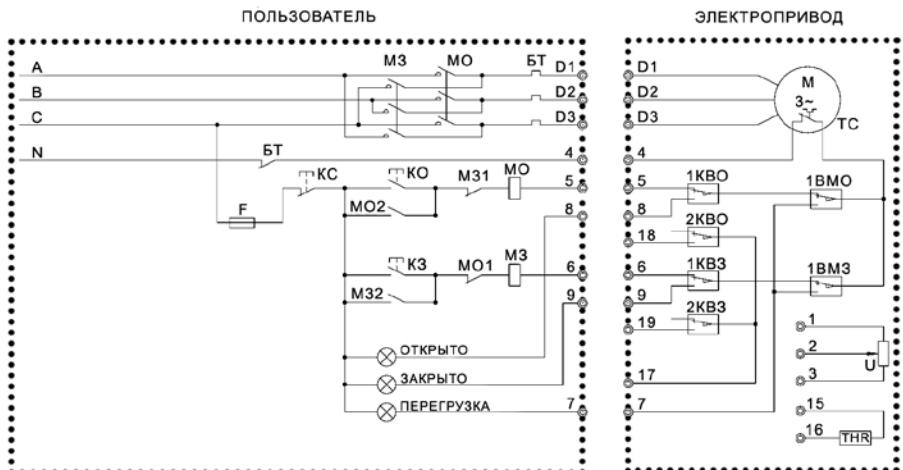

Рис.4 Принципиальная электрическая схема подключения электропривода ГЗ-ОФ.
на короткое время, позволяющее определить направление движения выходного вала. Если диск будет вращаться в направлении обратном заданному, поменяйте местами фазы (A, B, C) питающего напряжения на силовом щите: (A и B, или A и C, или B и C) (рис.4). После этого повторить проверку.
4.3 НАСТРОЙКА ДВУХСТОРОННЕЙ МУФТЫ ОГРАНИЧЕНИЯ КРУТИЯЩЕГО МОМЕНТА (МОМЕНТНОЙ МУФТЫ) (рис.4)